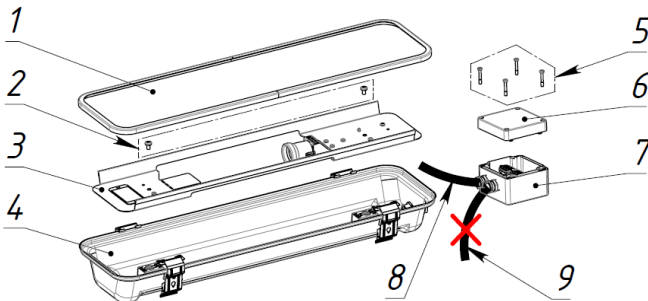

Рис. 1
1. Распаковать FOUNDRY 70H w/o driver box, снять рамку со стеклом (1), предварительно расщелкнув четыре клипсы на корпусе FOUNDRY 70H w/o driver box (4), открутить два винта М6 (2) с зубчатыми шайбами 6, вынуть монтажную панель (3) из корпуса FOUNDRY 70H w/o driver box (4), предварительно ослабив кабельный ввод. С выносного бокса для ИЗУ с подключенными двумя проводами ПРКС 3х1,5 (8) и (9), открутить четыре винта М6 (5), снять крышку (6) с корпуса бокса для ИЗУ (7), удалить провод ПРКС 3х1,5 (9), предварительно ослабив кабельный ввод на корпусе бокса для ИЗУ (7) и внутри нажав на лепестки коннектора, рядом с которым на кронштейне нанесена маркировка «ИЗУ», см. рис. 1. Внимание: не перепутать с маркировкой на кронштейне «Лампа», провод ПРКС 3х1,5 (8) не удалять.
- 4.1. С выносного бокса для ИЗУ FOUNDRY 70H w/o driver box предварительно должен быть снят провод ПРКС 3х1,5 (9), см. рис.1.
6. Установить панель монтажную (3) в корпус FOUNDRY 70H w/o driver box (4) и зафиксировать двумя винтами М6 (2) с зубчатыми шайбами 6. Момент затяжки винта М6 - 2,8 Нм. В цоколь Е27 установить металлогалогенную лампу мощностью 70 Вт (лампа не входит в комплект поставки). Установить рамку со стеклом (1) в корпус FOUNDRY 70H w/o driver box (4) и зафиксировать четырьмя клипсами. Затянуть кабельный ввод моментом, предотвращающий вырыв провода ПРКС 3х1,5 (8), см. рис. 1, 10.